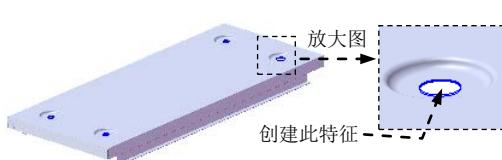
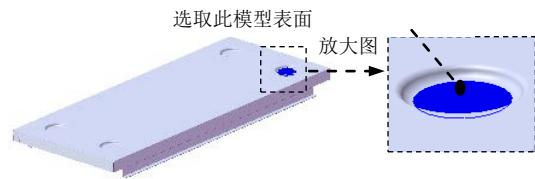
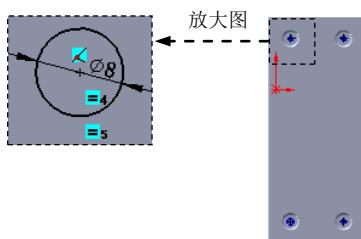

图 17.9.46 创建切除—拉伸 1
图 17.9.47 定义草图平面
图 17.9.48 横断面草图
Step21. 创建图 17.9.46 所示的切除—拉伸 1。选择下拉菜单 **插入(I)** → **切除(C)** → **拉伸(E)...** 命令；选取图 17.9.47 所示的表面为草图平面，绘制图 17.9.48 所示的横断面草图；采用系统默认的切除深度方向；在 **方向1** 区域的下拉列表中选择 **完全贯穿** 选项。单击 按钮，完成切除—拉伸 1 的创建。